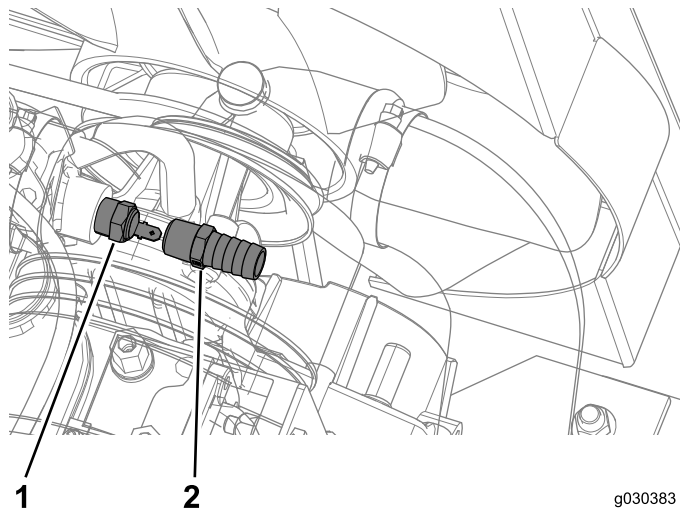

図 33
1. 図 33 に示されている温度センサーの配線を外して取り外す。